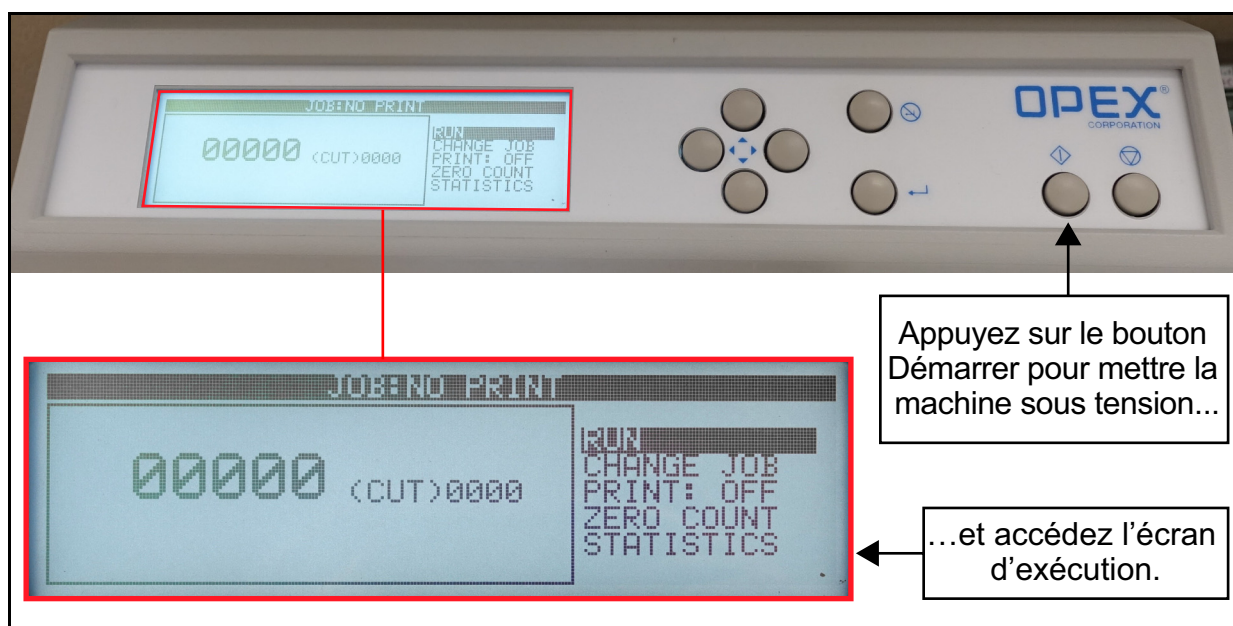

Figure 4-6 : Bouton Démarrer
4. Appuyez sur le **bouton Démarrer** pour mettre la machine sous tension (Figure 4-6). Cela amènera l'écran **EXÉCUTION**.